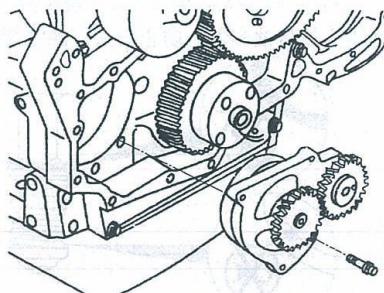

图 1-398 拧紧螺栓
11) 拧紧螺栓, 按“×”方式进行, 见图 1-398。紧固力矩为 24N·m。